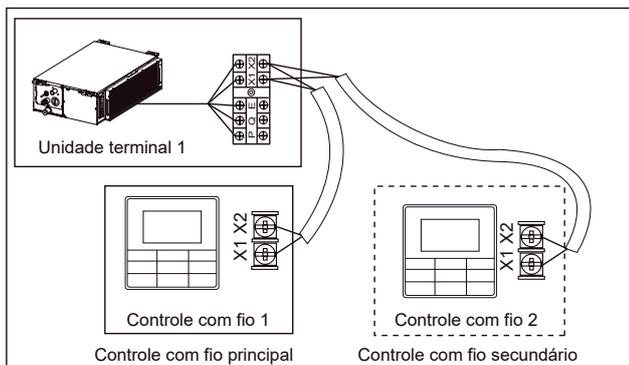

Figura 7.7
- Use 1 controle com fio para controlar 1 unidade terminal ou 2 controles com fio (um principal e um secundário) para controlar 1 unidade terminal (consulte a Figura 7.7);